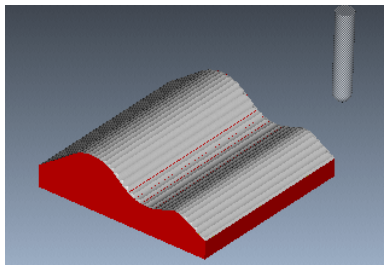

图 3.5.15 NC 检测结果
Step1. 在 **PLAY PATH (播放路径)** 菜单中选择 **NC Check (NC 检查)** 命令，系统弹出“VERICUT 7.1.5 by CGTech”窗口。单击 **播放** 按钮，观察刀具切割工件的运行情况，结果如图 3.5.15 所示。